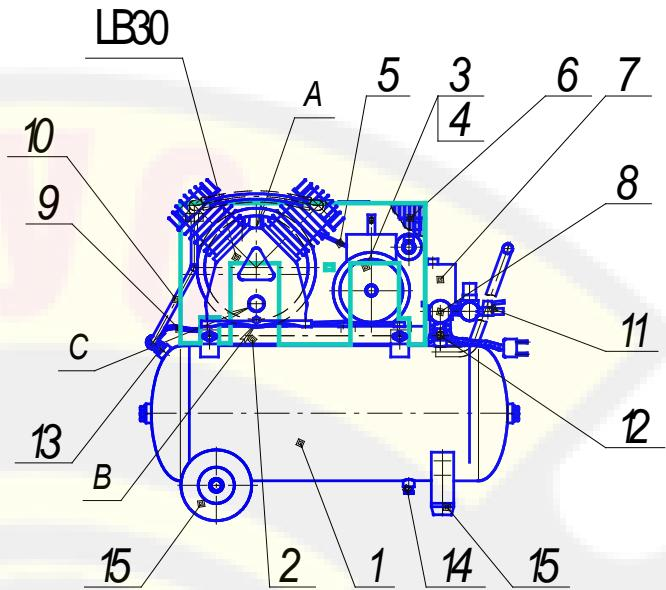
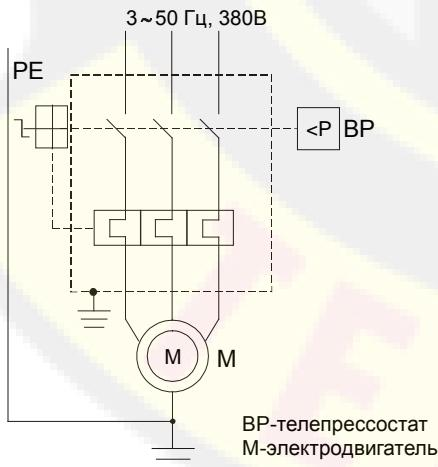

Рис. 1
Рис. 4
2.5. Общий вид компрессора представлен на рис. 1, 2, 3, схема электрическая принципиальная - на рис. 4, 5.
Примечание: Комплект колес и амортизаторов (поз. 15, см. рис. 1, 2, 3) и детали их крепления упакованы отдельно.
5.1. Компрессор (рис.1, 2, 3) состоит из следующих основных сборочных единиц и деталей: блока поршневого LB30, ресивера (воздухосборника) 1, платформы 2, электродвигателя 3 со шкивом 4, клиновых ремней 5, защитного ограждения 6, прессостата 7, манометра 8, воздухопровода сброса давления 9, нагнетательного воздухопровода 10, крана выпускного 11, клапана предохранительного 12, клапана обратного 13, крана слива конденсата 14, колес и амортизаторов 15.
Смазка труящихся поверхностей деталей блока поршневого осуществляется разбрзгиванием масла. Заливка масла в картер производится через отверстие в крышке блока цилиндров А (см. рис. 1, 2, 3) после снятия сапуна, слив масла - через отверстие в днище картера, закрытое пробкой В. Уровень масла должен находиться в пределах красной метки смотрового стекла С.
Ресивер (воздухосборник) 1 (см. рис. 1, 2, 3) служит для сбора сжатого воздуха, устранения пульсации давления, отделения конденсата и масла. Ресивер является также корпусом, на котором смонтированы узлы и детали компрессора.